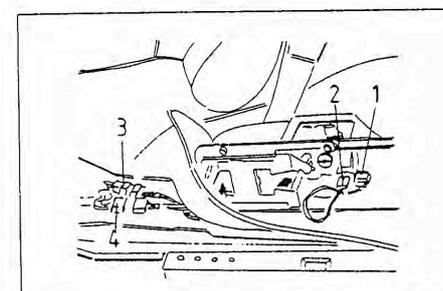

Bild 362
prüfen – Steuereinheit ausbauen und Stecker 2 in Bild 362 abziehen. Mit dem Ohmmeter den Widerstand messen. Sollwert bei 20° C 1,9 Ohm oder
Steuereinheit ausbauen und den Stecker 1 (Bild 362) abziehen. Mit dem Ohmmeter den Widerstand messen. Sollwert bei 20° C 1,7 kOhm oder
prüfen – Spannung an Stecker 3 (Bild 362)
- Voltmeter an Stecker 4 Klemme 3 (Bild 362) und an Masse anschließen.
Voltmeter an Stecker 4 Klemme 5 (Bild 362) und Masse anschließen.
Voltmeter an Stecker 4 Klemme 6 (Bild 362) und an Plus anschließen.